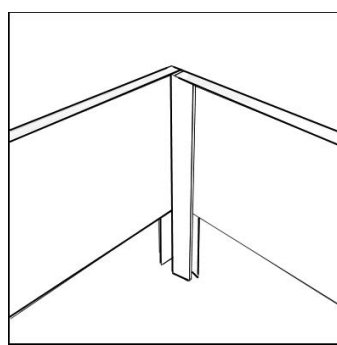

Рис. 3
3. Основной борт (1,5м) и совместить перпендикулярно с боковой частью торцевого борта (0,75м) так, что бы он зашел в паз углового элемента. (рис. 3)